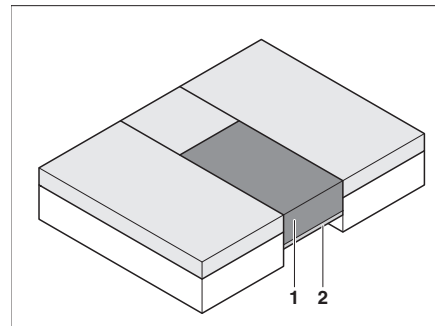

Fig. 77 Après la transformation
- Poser le coussin supplémentaire (Fig. 77,1) sur le sommier à lattes déployé (Fig. 77,2).